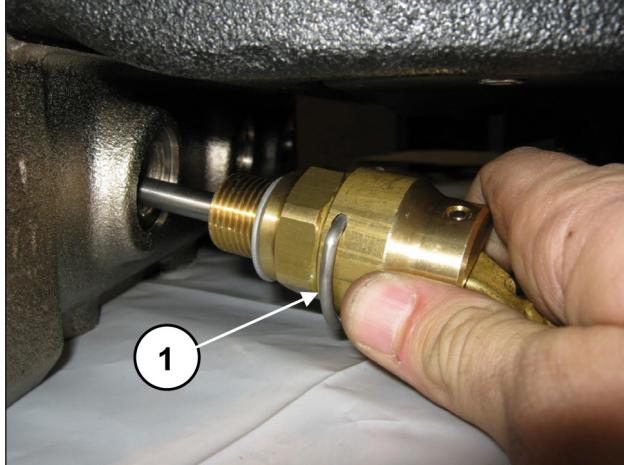
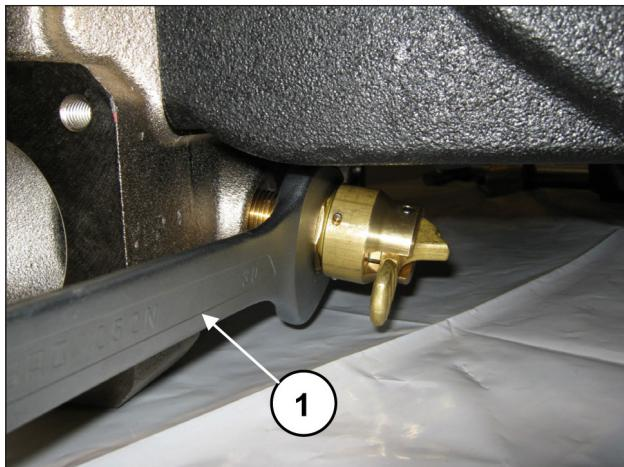

Fig. 150
Fig. 151
Monter les dispositifs d'ouverture des soupapes (rep. ①, Fig. 150) et les visser à l'aide d'une clé de 30 mm (rep. ①, Fig. 151).